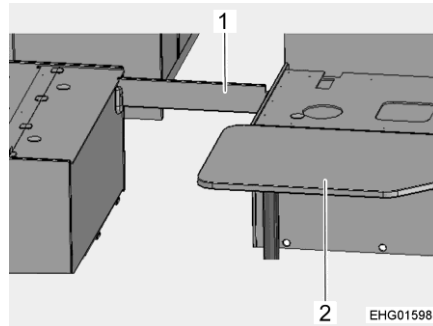

Fig. 107 Durante la trasformazione
- Trasformare il tavolo (Fig. 107,2) in struttura di supporto letto (vedi paragrafo 7.6).
- Applicare le tavole di sostegno (Fig. 107,1).